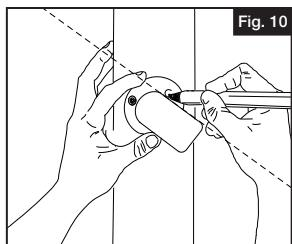

Fig. 10
- 1.** Alinear el retorno de poste con la línea del pasamanos y marcar las posiciones de los orificios de fijación (Fig. 10).